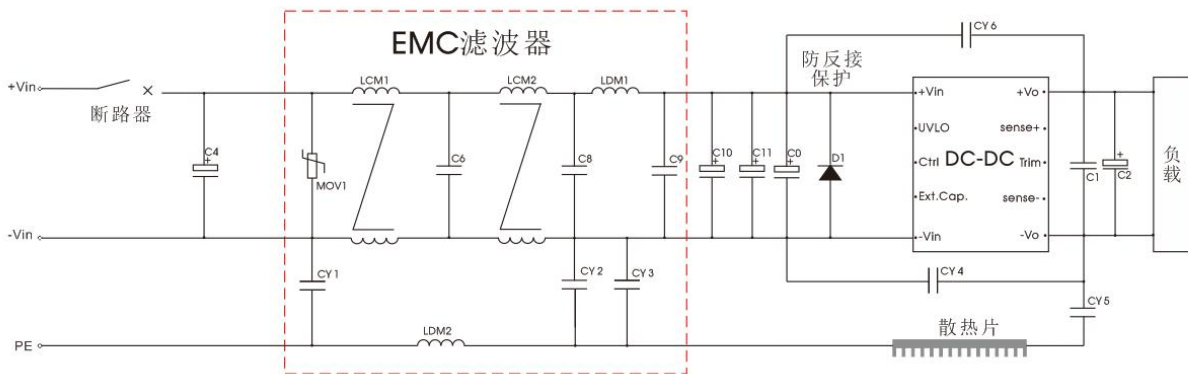

图 6
60Hz	300A/m (推荐电路见图 6)
2. EMC 滤波部分由模块电路组成, 推荐电路和参数请参考图 6, 也可以使用自搭电路;